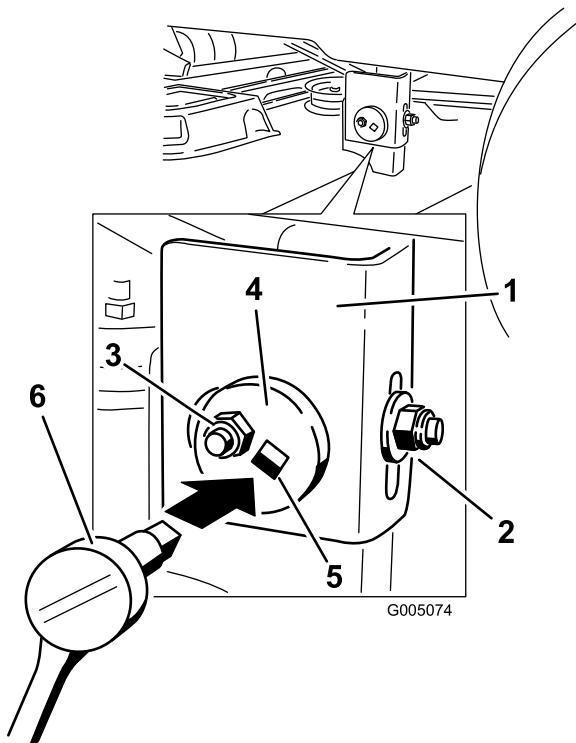

Figura 49
6. Spostatevi sul lato sinistro della macchina. Allentate, ma non togliete, il dado di bloccaggio posteriore sul supporto di sospensione (Figura 49).
7. Allentate il dado di bloccaggio laterale sul supporto di sospensione appena a sufficienza per poter regolare la piastra eccentrica (Figura 49). Utilizzate una prolunga di 3/8 poll. su una chiave a tubo per manovrare la piastra eccentrica. Utilizzate la chiave per riposizionare l'altezza del piatto di taglio e regolare l'altezza desiderata.
8. Fermate il piatto di taglio nella posizione regolata e serrate il dado di bloccaggio laterale sul supporto di sospensione per fissare la nuova posizione (Figura 49). Serrate il dado di bloccaggio posteriore sul supporto di sospensione.